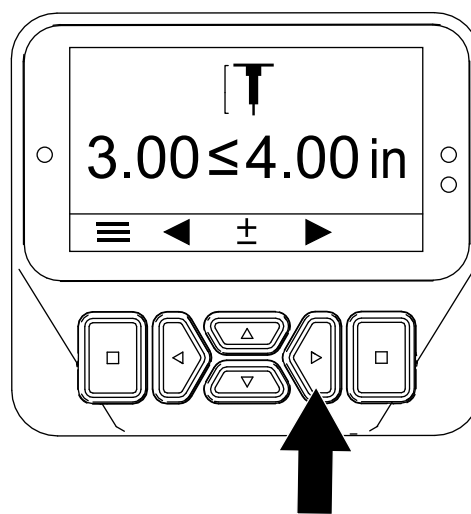

図 47
4. 右ボタンを押して、「穴の深さの設定」画面を表示する (図 47)。